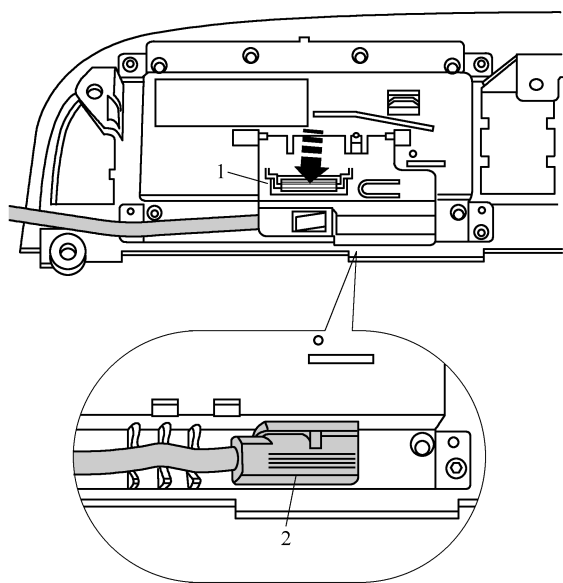

图 9-2-13 将组合仪表挡板连同组合仪表和 MMI 显示屏取出
(21) 如图 9-2-13 所示, 脱开 MMI 显示屏上的插头保险装置 1, 并向上翻转。拆下 MMI 显示屏上的